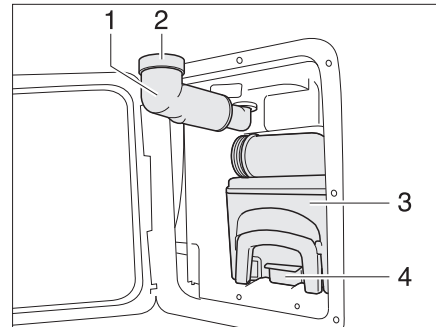

Bild 141 Thetford-Kassette
- Frischwasser-Einfüllstutzen (Bild 141,1) nach außen schwenken.
- Schraubkappe (Bild 141,2) abnehmen.